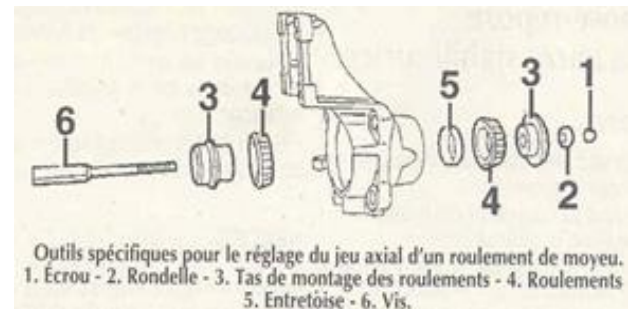

Figure 1
- 2) Instale a ferramenta de ajuste (fig.1) e apertar a porca até 10 Nm; soltar ele ligeiramente e girar o conjunto em ambos direções, em seguida, aperte novamente a porca para 10Nm